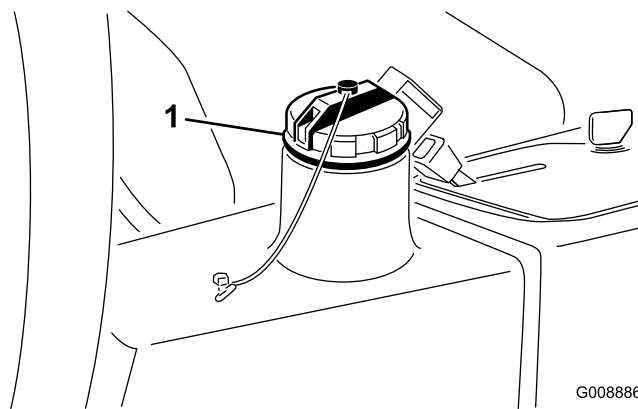

Figura 77
4. Riempite il serbatoio (Figura 77) con circa 13,2 litri di fluido idraulico; fate riferimento a Verifica dell'impianto idraulico (pagina 30).